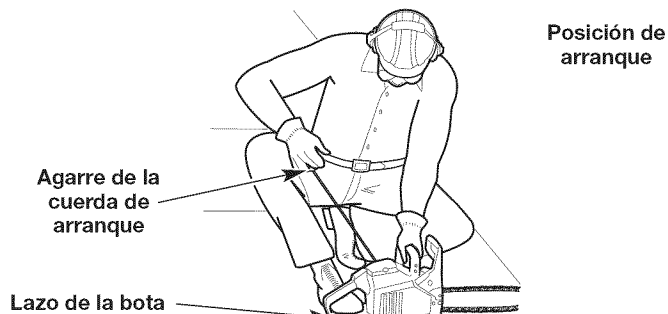

Fig. 5
ADVERTENCIA: Evite arrancar la unidad por accidente. A fin de evitar lesiones graves, el operador y la unidad deben estar en una posición estable al tirar de la cuerda de arranque (Fig. 5).
9. **NO** toque el control del acelerador. Agáchese en la posición de arranque (Fig. 5). Sostenga la manija delantera con la mano izquierda. Sujete la empuñadura de la cuerda de arranque con la mano derecha. Coloque el pie derecho en el lazo de la bota para mantener la unidad firme en su lugar.
10. **NO** toque el control del acelerador. Tire de la cuerda de arranque con un movimiento controlado y firme **5 veces** (Fig. 5).